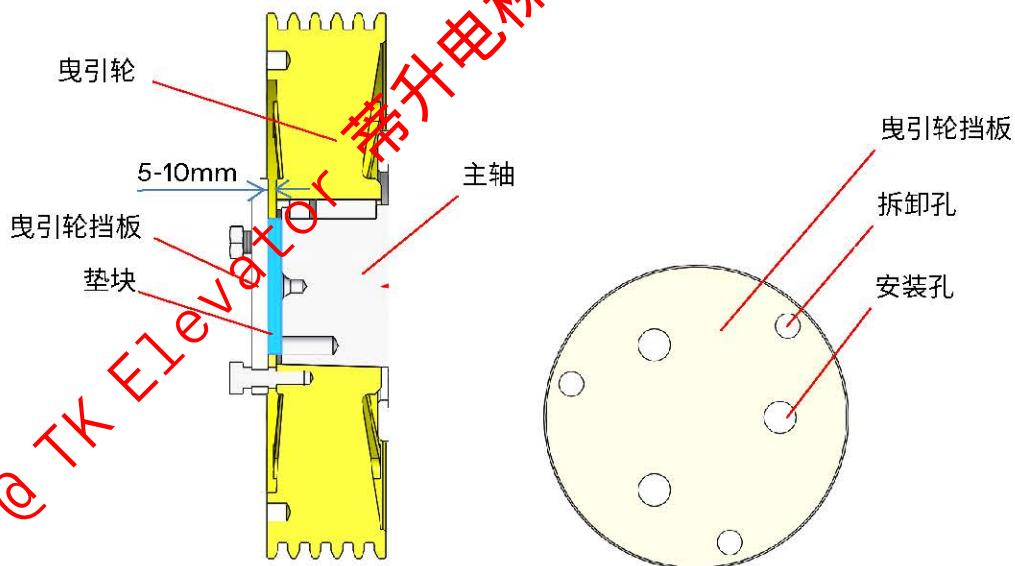

图 9-1 曳引轮拆卸示意图
- 用金属垫块（推荐尺寸： $\phi 100 \times 10\text{mm}$ ）垫在曳引轮挡板和主轴之间，确保挡板和曳引轮端面有 5-10mm 的间隙，见图 9-1。将挡板外圈 3 个拆卸孔对准曳引轮上的 3 个螺纹孔，用 3 个 M12 的螺栓穿过挡板外圈的 3 个拆卸孔并同步地拧入曳引轮上的螺纹孔中，将曳引轮慢慢顶出，见图 9-1。